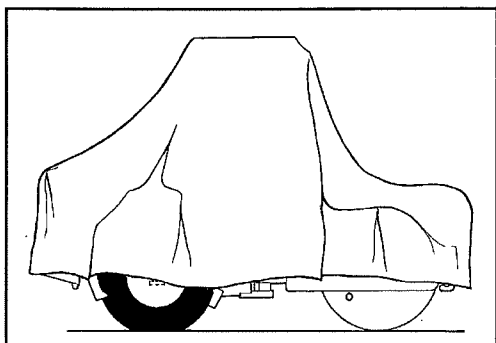

Fig. 47 Rullo protetto durante la sosta
N.B. Il telone deve poggiare sul terreno (vedi fig. 47). Mantenere il rullo se possibile all'interno, in un locale con temperatura regolare.